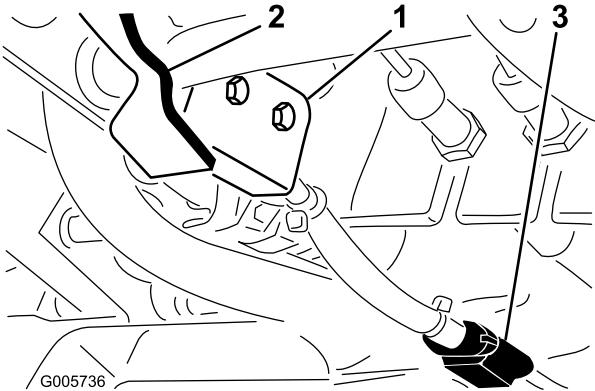

Bild 74
- Der Abstand zwischen der Drehwellenschaufel der Feststellbremse und dem unteren Teil des Sicherheitsschalters (Bild 74) sollte circa 1,6 mm betragen (die Schaufel darf nicht mit dem Schalter in Berührung kommen).